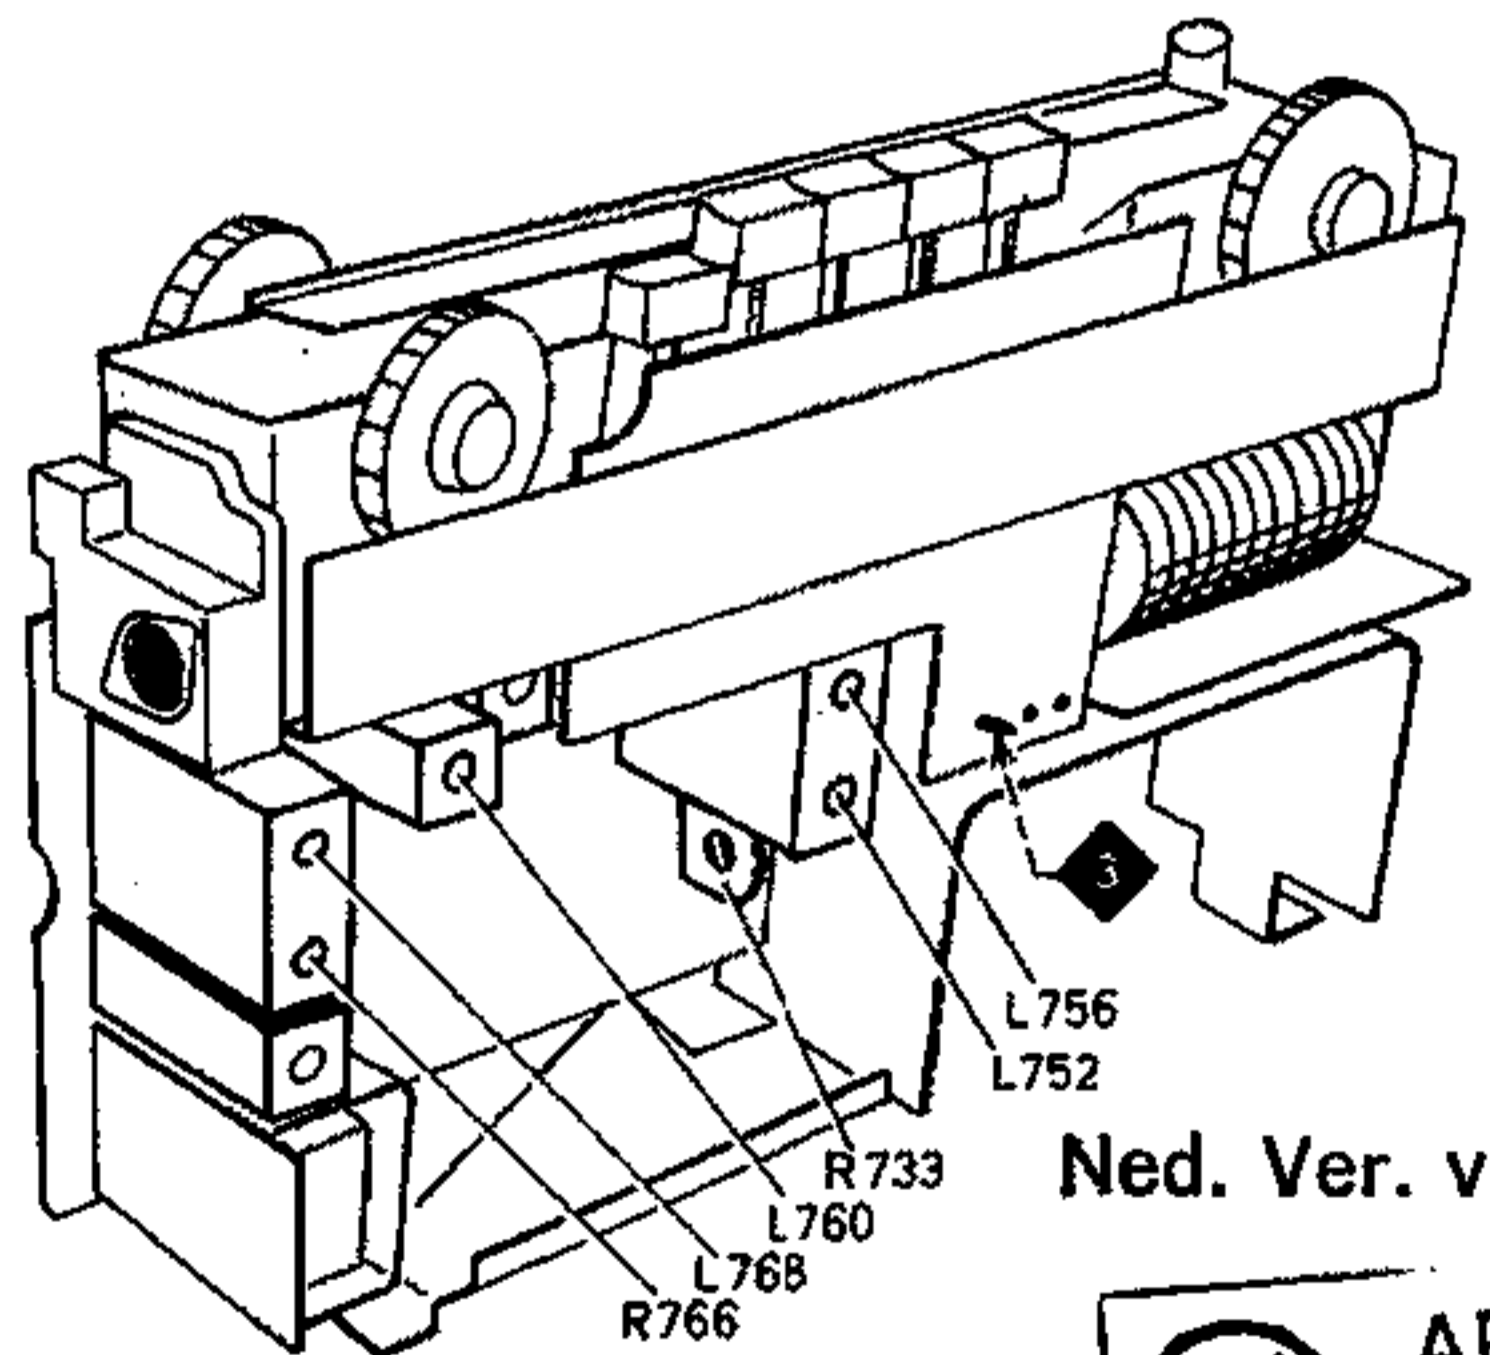

Fig. 7
3. Den Ruhestrom ca. 1 Minute nach dem Einschalten des Gerätes mit dem Einstellregler R 733 auf  $6 \text{ mA} + 1,2 \text{ mA} - 0,6 \text{ mA}$  bei einer Batteriespannung von 9 V einstellen, Fig. 7.
3. Approx. 1 minute after switching on set, set zero signal current via adjuster R 733 to  $6 \text{ mA} + 1,2 \text{ mA} - 0,6 \text{ mA}$  at a battery voltage of 9 V, see fig. 7.
\*\*\* Ein AM-Signal, 400 Hz, 30 % moduliert, soll eine Ratiospannung von 1,4 V erzeugen. Dann mit R 766 ein Spannungsminimum am Outputmeter einstellen, Fig. 7.
\*\*\* An AM signal, 400 cs, 30 % modulated must produce a ratio voltage of 1.4 V. Adjust a voltage minimum at the outputmeter by means of R 766, see fig. 7.